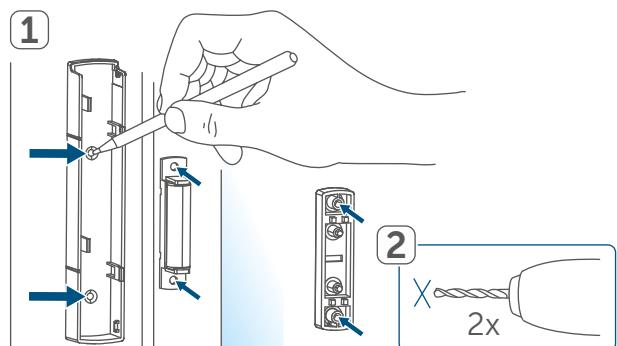

Figura 9
- Sganciare il supporto (A) dal gruppo elettronico (B), spingendolo verso il basso e rimuoverlo tirando indietro (*→v. figura*).
- Inserire due nuove batterie LR03/Micro/AAA da 1,5 V rispettando i contrassegni della polarità riportati nel vano batterie (F) (*v. figura 9*).